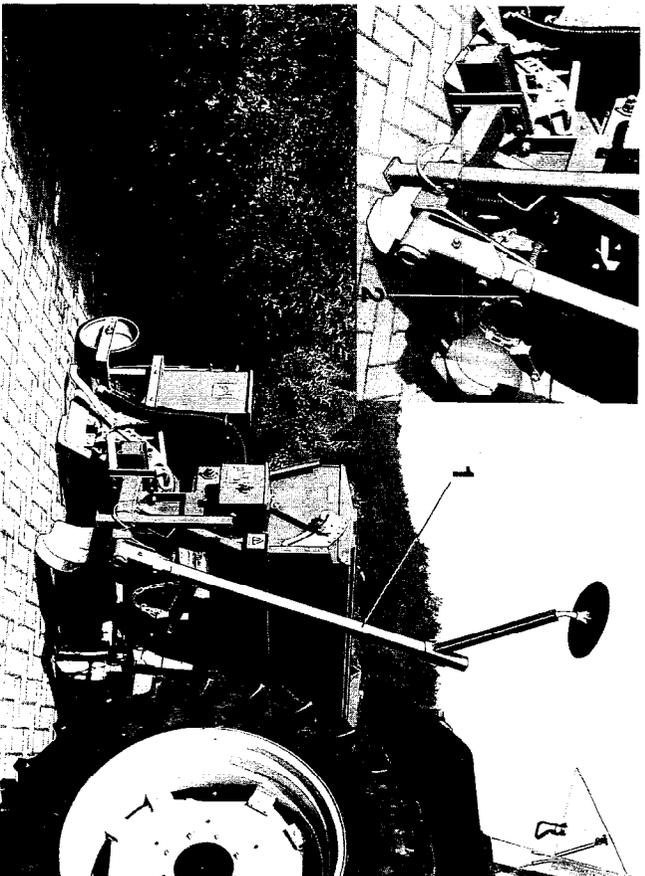

Fig. 18
AMAZONE AIRPLANTER sind serienmäßig mit Scheibenspuranreißern (Fig. 18/1) ausgerüstet. Je nach Einstellung markieren die Spuranreißer während der Aussaat auf dem Feld eine Spur, auf der der Schlepperfahrer beim Anschlußfahren entweder mit dem Vorderrad des Schleppers oder mit der Schleppermitte entlang fährt.
**Verriegelung in Transportstellung (Fig. 18) erfolgt mittels federbelasteter Raste (Fig. 18/2).**